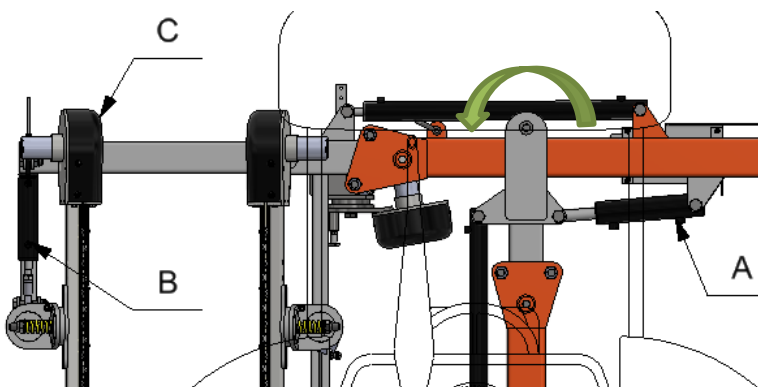
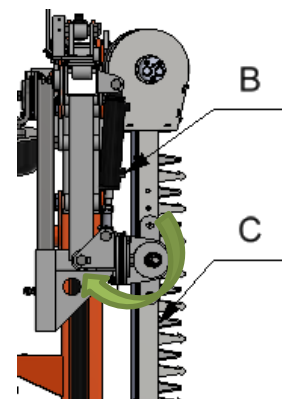

Figura 7.18 – Ex. inclinação hidráulica (I.H.) do módulo de corte
Figura 7.19 – Ex. recolha do módulo de corte exterior
As Despontadoras de corte em "U" invertido, opcionalmente, podem ser equipadas com sistema de inclinação hidráulica (Figura 7.18), e sistema de levantamento hidráulico do módulo de corte exterior (Figura 7.19).
**Nota:** O ajuste da largura entre os Módulo de Corte **C** (Figura 7.18) é feito manualmente, tendo, contudo, a possibilidade de ser efetuado hidraulicamente.